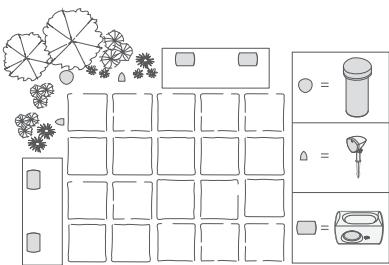

图 3
- 结合 Definitive Technology AW 系列屋檐下户外扬声器使用（见图 3）